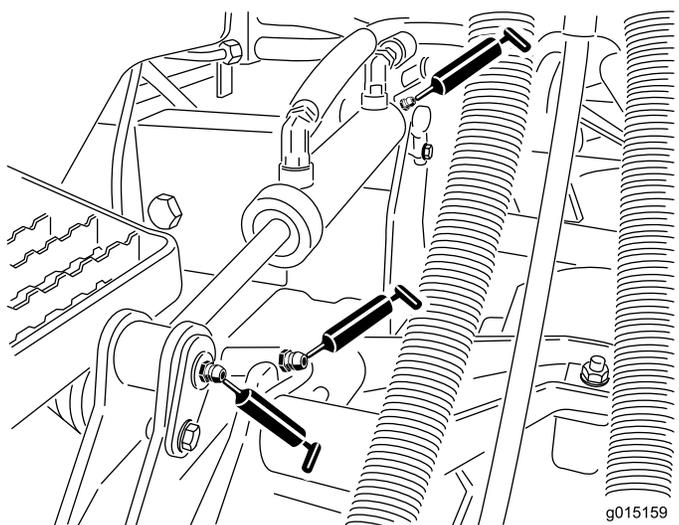

Рисунок 72
- Втулки подъемных рычагов (по 1 шт. на режущий блок) (Рисунок 72)
- Втулки подъемных цилиндров (по 2 шт. на режущий блок) (Рисунок 72)